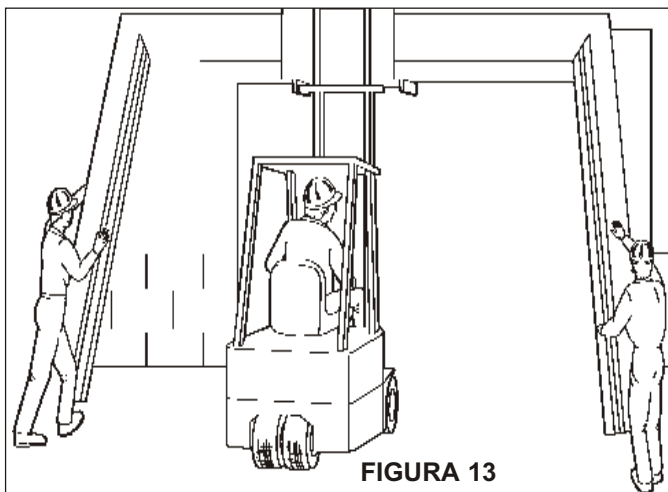

FIGURA 13
**NOTA:** Se a altura do mastro da empilhadeira não for suficiente pode ser necessário utilizar blocos adicionais embaixo do conjunto do rolete. Una firmemente sustentações de madeira ao conjunto do rolete e levante-as com cuidado para não dobrar ou não torcer os suportes do marco superior, **figura 13**.
3. Certifique-se que as estruturas laterais deslizam facilmente no assoalho ao levantar. É recomendável conduzir o levantamento das estruturas laterais com um ajudante de cada lado, **figura 13**.